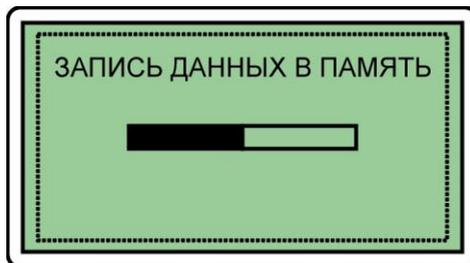

Рис. 6.10 Процесс сохранения данных
**6.13.2.6** После подтверждения записи на дисплее дефектоскопа в виде темной полоски (рис. 6.10) будет отображаться процесс записи данных в память.